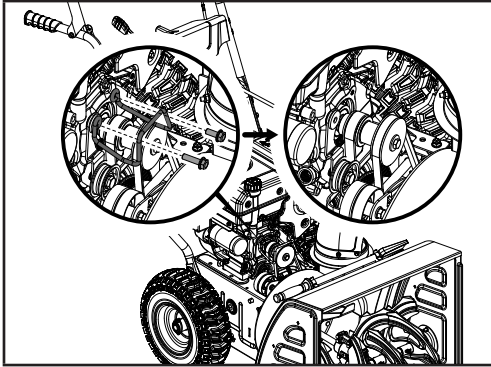

Figure 25
3. Retirez les 2 boulons (20 mm / 30 mm) qui retiennent le protège-courroie (figure 25). Il est à noter que le ressort n'est pas tendu à ce stade-ci.